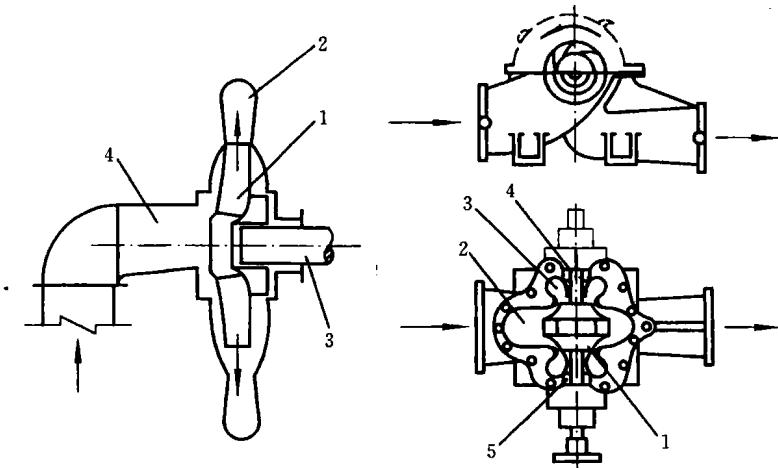
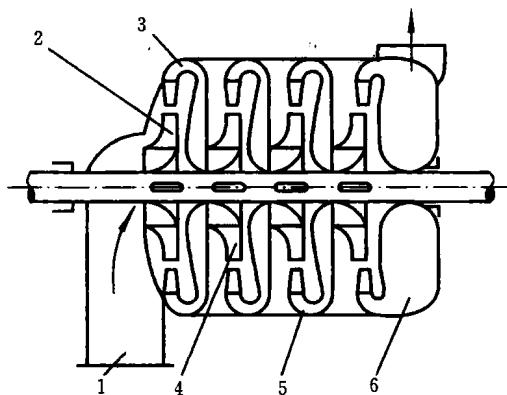
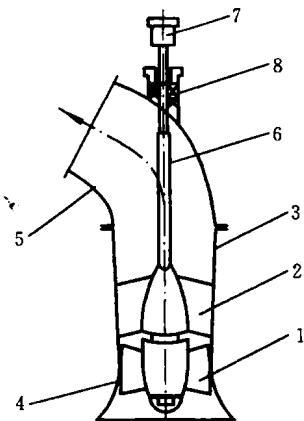
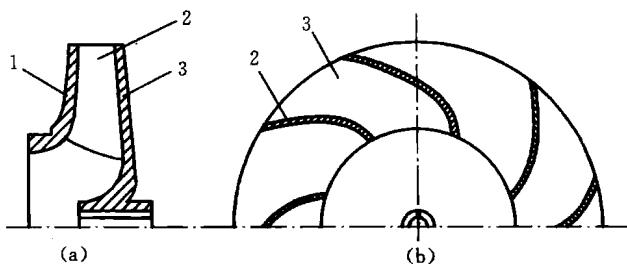

图 1-1 单级、单吸离心式
图 1-3 单吸、多级离心式水泵示意图
图 1-4 单级、轴流式水泵示意图
图 1-7 叶轮的轴面投影及平面投影
(1) 根据叶轮数可分为单级(一台水泵只有一个叶轮，如图 1-1 和图 1-2 所示)和多级(一台水泵内有两个或两个以上叶轮，如图 1-3 所示)。
(2) 根据叶轮入口数目可分为单吸式(一个叶轮只有一个吸入口，如图 1-1 和图 1-3 所示)和双吸式(一个叶轮的两侧可以同时吸入水，如图 1-2 所示)。
(3) 根据主轴的布置可分为卧式(主轴水平布置,如图 1-1、图 1-2、图 1-3 所示)和立式(主轴竖直布置,如图 1-4 所示)。
离心式泵和风机的主要零部件都是叶轮、主轴和机壳。叶轮是传递能量的关键元件,叶轮一般由前盘、后盘和叶片组成,如图 1-7 所示,其中叶片呈弧形并按一定角度均布在两盘之间,其形状对性能影响较大。叶轮与轴固结,安装在机壳内,叶轮可在机壳内自由转动。由于离心式泵与风机的工作介质不一样,所以在结构上有所不同,但它们的工作原理是相同的,下面以图 1-1 中的单级、单吸离心式水泵为例说明它们的工作原理。